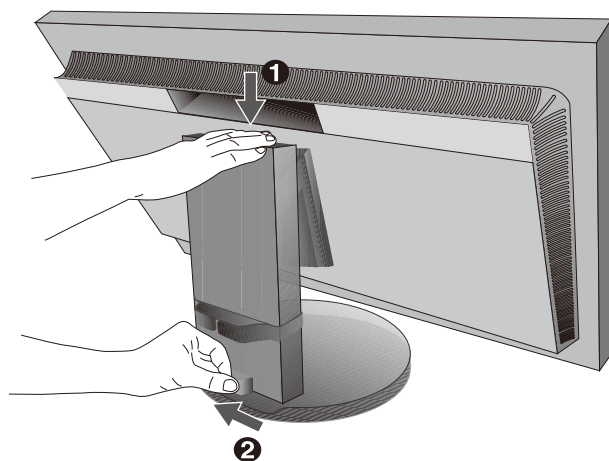

图 B.1
3. 高度调整由锁定开关锁定。请将手置于立架的顶部将屏幕往下按到最低位置。滑动锁定开关解锁底座将显示器屏幕抬起 (图 B.1)。